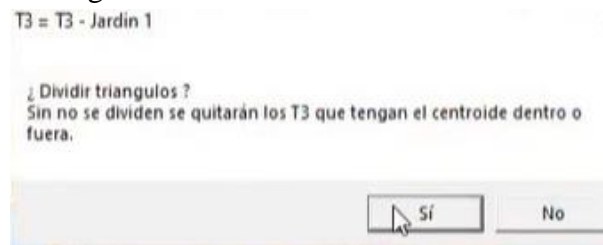

Figura 424. Dividir triángulos.
56. En la segunda ventana emergente, presionar el botón “Sí” para que realice una triangulación en las zonas recortadas. Figura 424.